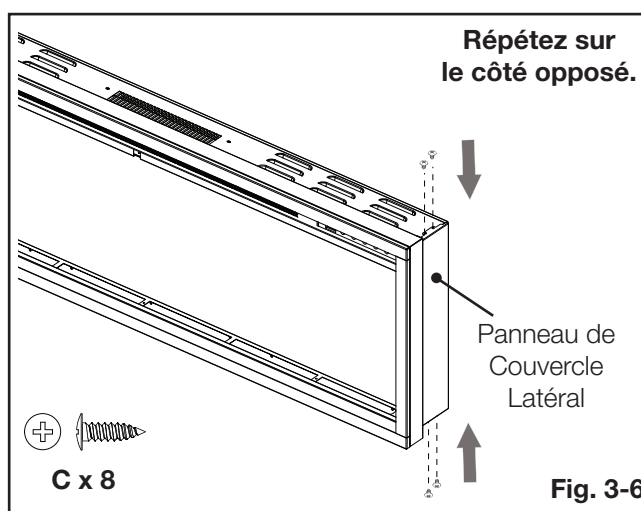

Fig. 3-6
- J.** Si souhaité, installez les panneaux de couvercles latéraux afin de cacher les côtés de l'appareil (**Fig. 3-6**).